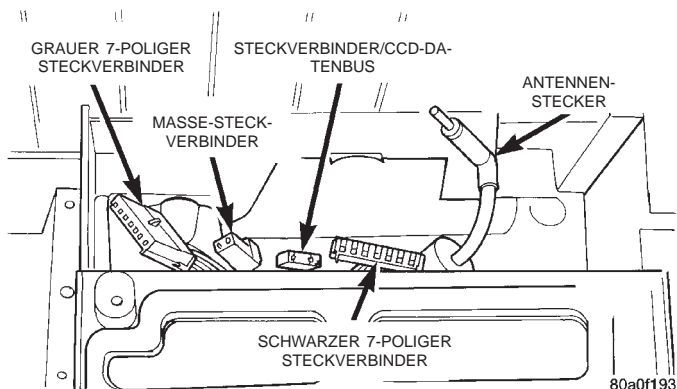

Abb. 4 Radio-Anschlüsse
(6) Das Radio so weit aus der Instrumententafel herausziehen, daß Steckverbinder und Antennenstecker zugänglich sind (Abb. 4).